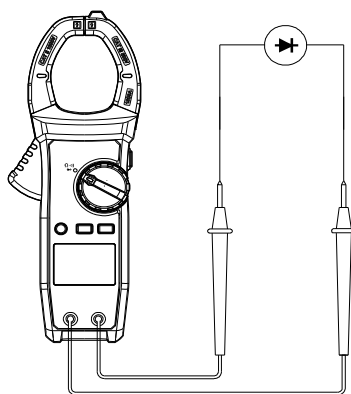

Рис.9 Проверка диода
- 2) Установите переключатель на « $\rightarrow$ »), нажмите SELECT, для выбора режима проверки диода $\rightarrow$. Подсоедините щуп красного тестового провода к аноду (+) проверяемого диода, а черный – к его катоду (-) (см. рис. 9).